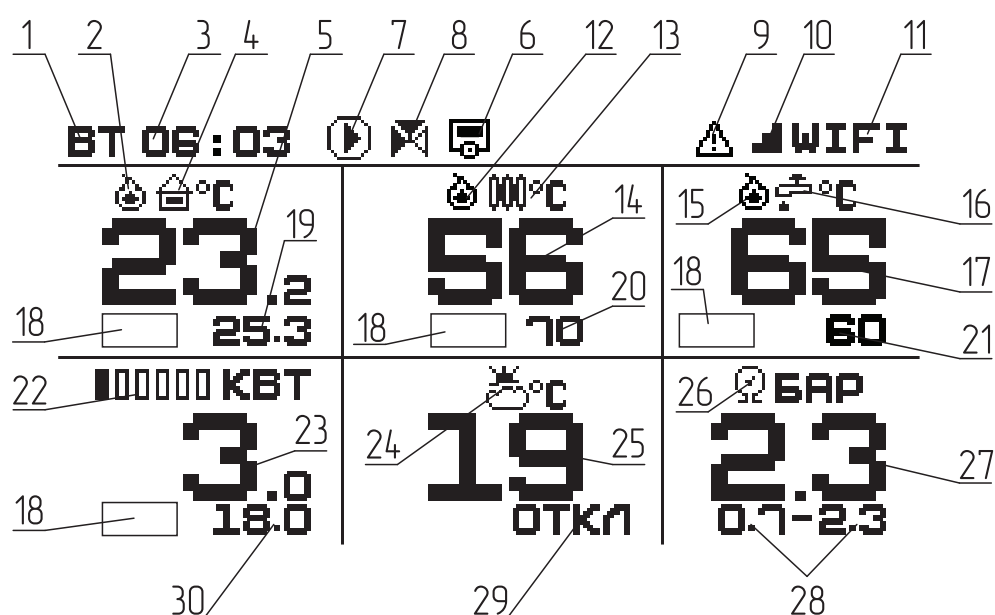

Рис.4 Экран №1 «Главный»
При отсутствии активных и непогашенных критических ошибок котел включит 1 ступень мощности и запустит циркуляционный насос, отобразится пиктограмма насоса  в верхней части дисплея (**Рис.4, поз.7**).
- Появится пиктограмма фактической температуры выносного датчика воздуха (**Рис.4, поз.5**);